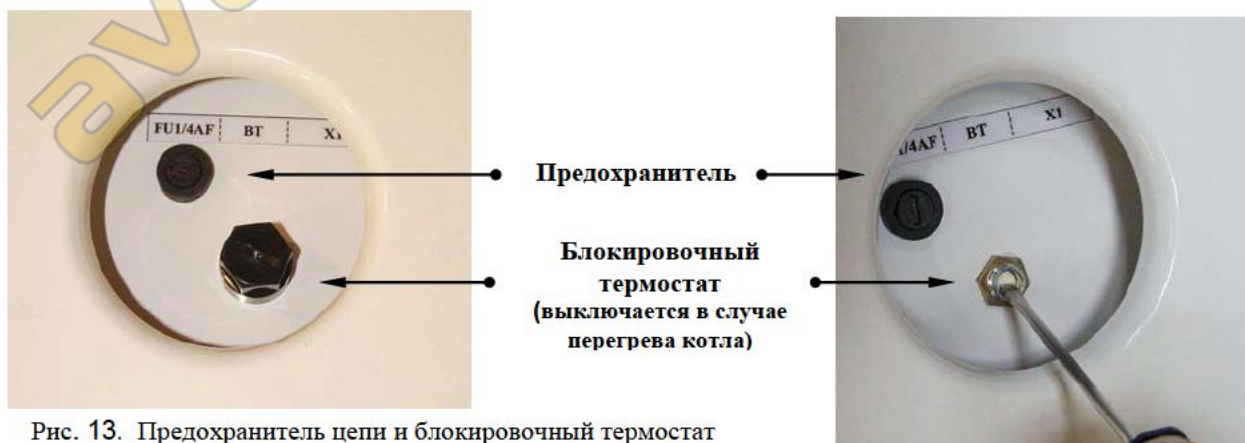

Рис. 13. Предохранитель цепи и блокировочный термостат
- Спустите воздух из водяного насоса (см. Рис.13.), в противном случае существует вероятность увеличения рабочей температуры и шума насоса. Проверьте свободное вращение ротора насоса отверткой.
В случае максимального нагрева воды в котле прекратите эксплуатацию котла при помощи блокировочного термостата и отключите котел от сети при помощи главного выключателя. На такое состояние указывает изменение положения пакета главного переключателя и погасшие индикаторы на панели управления. После блокирования можно возобновить эксплуатацию только после устранения поломки, охлаждения воды в котле до примерно 70 °С, последующего ручного включения блокировочного термостата на верхней крышке электрошкафа (см. Рис. 13) и главного выключателя. В случае нехватки воды в системе (при недостаточном рабочем напоре) остановите эксплуатацию котла при помощи напорного выключателя. На такое состояние указывает центральный индикатор «Ошибка». После блокирования можно возобновить эксплуатацию котла только после долива воды в отопительную систему, чтобы достичь рабочего давления около 1 бара.